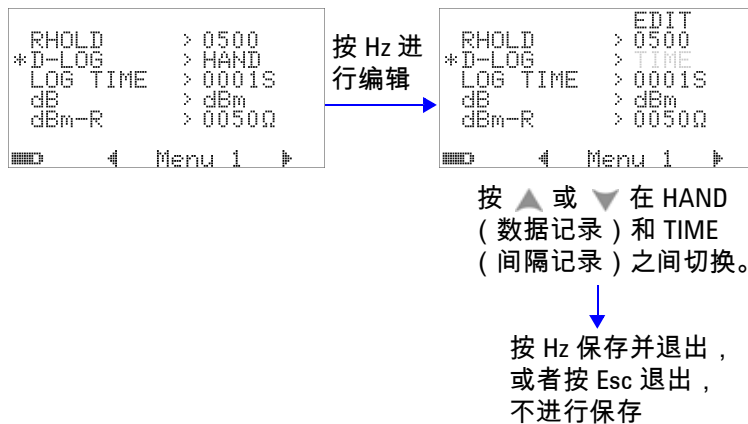

图 4-3 数据记录设置
- 1 设置为“HAND”可启用“manual (hand) data logging”，设置为“TIME”可启用“interval (time) data logging”。请参阅第 90 页上的图 4-3。